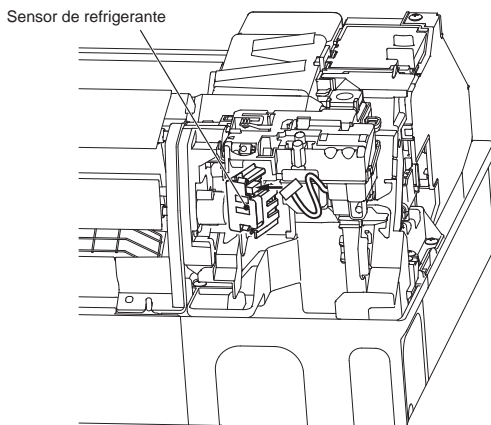

Fig. 2
#### Procedimiento de instalación (Fig. 2)
- 3) Conecte el cable conductor al sensor de refrigerante. (Fig. 2)